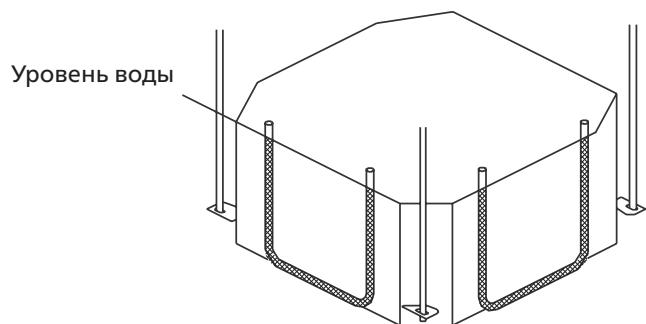

**Рис. 4.6**
**ПРИМЕЧАНИЕ.** Нижняя плоскость блока должна находиться на 10-18 мм выше панели подвесного потолка. Обычно длина L (см. рис. 4.6) составляет примерно половину длины монтажного болта. В любом случае она должна быть достаточной для надежного крепления гаек.